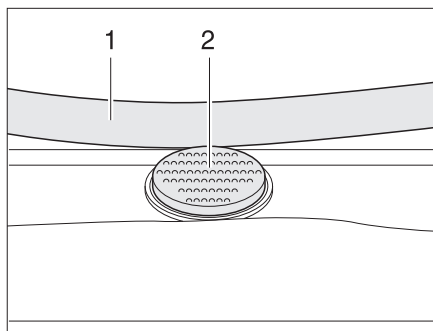

Bild 43 Låsknapp på Heki-takluckan
- Tryck på låsknappen (Bild 43,2) och dra ner bygeln (Bild 43,1) med båda händerna.
- Tryck bygeln uppåt med båda händerna tills bygeln ligger ovanför låsknappen (Bild 43,2).